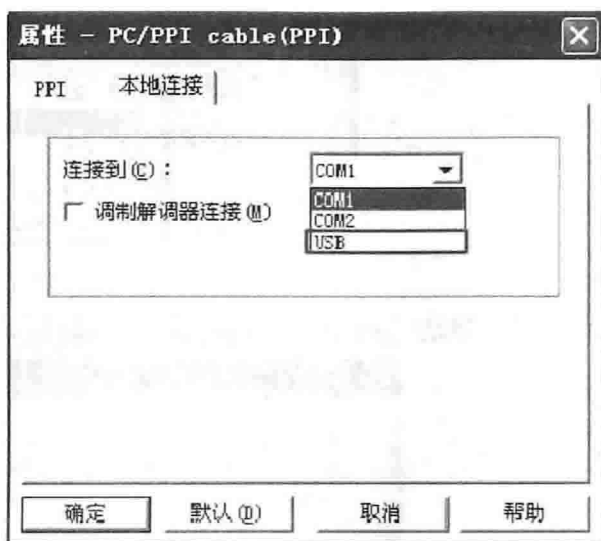

图 1-18 “本地连接”选项卡
(7) 单击“本地连接”选项卡，选择“USB”选项，如图 1-18 所示。